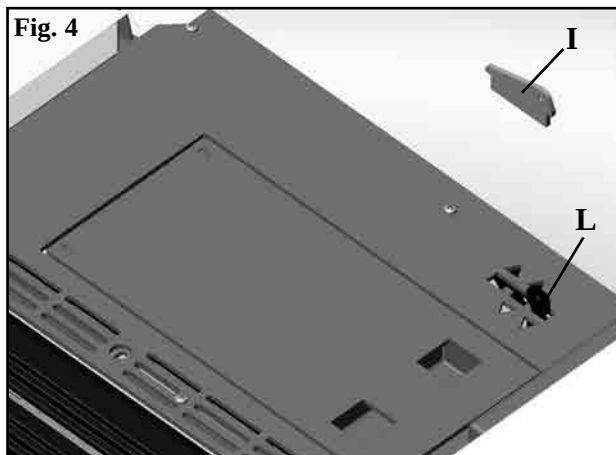

Fig. 4
La distribución del aire caliente se puede regular manualmente por medio de la palanca L que se encuentra elevando la tapa de cerámica (acero en Kelly) superior izquierda (fig. 4).
N.B. para poder accionar la palanca de mando es necesario eliminar la placa de seguridad (I-fig.4).